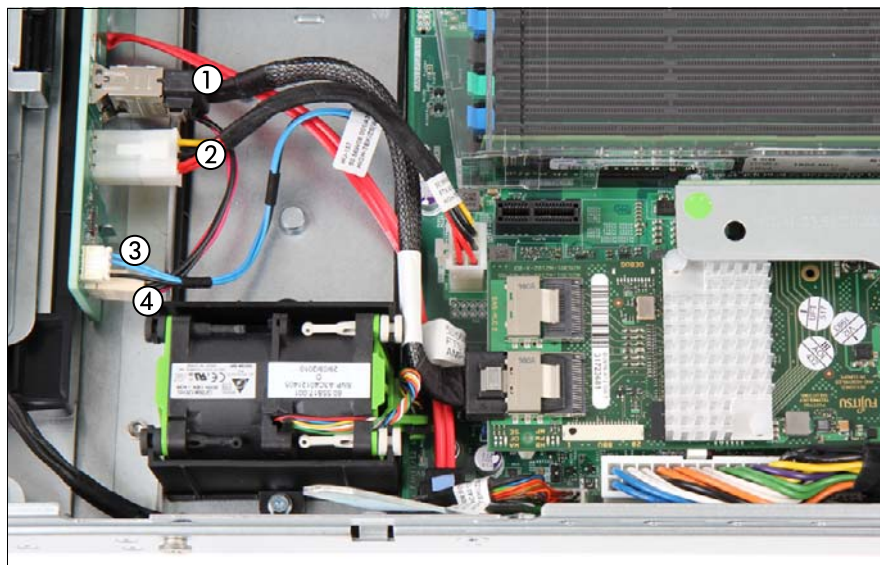

図 47: 4 x HDD からのケーブルの取り外し
- ▶ 図 47 のようにケーブルを 4 x HDD バックプレーンに接続してください。
- (1) SAS/SATA データケーブルをコネクタ CN1 へ
- (2) 電源ケーブルをコネクタ CN20 へ
- (3) OOB ケーブルをコネクタ CN14 へ (必要な場合)
- (4) ODD ケーブルをコネクタ J4 へ